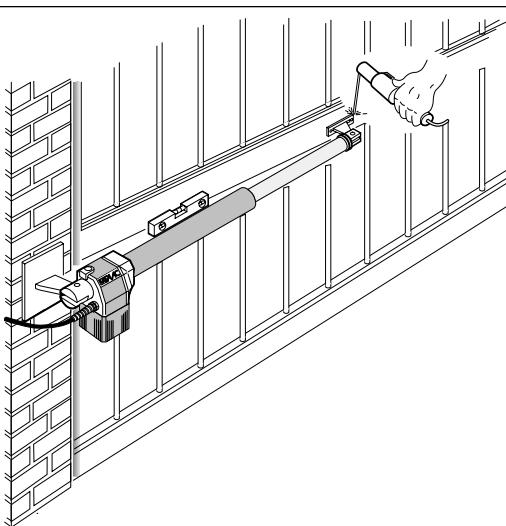

Fig. 7
- 8) Chiudere l'anta del cancello e, mantenendo l'operatore perfettamente orizzontale, individuare sull'anta la posizione dell'attacco anteriore (fig. 7).